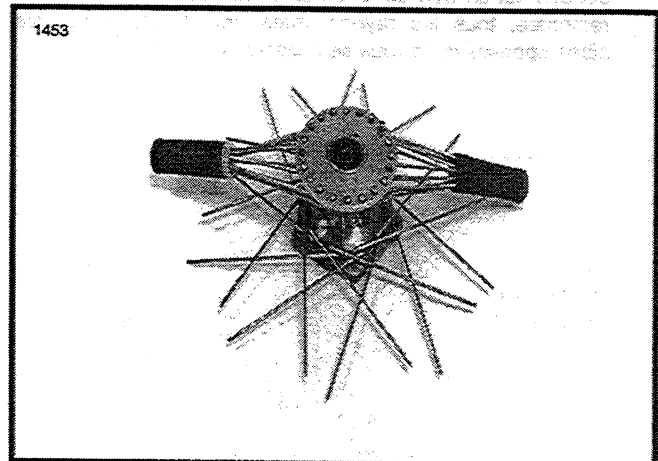

Figure 2-12. Regroupement des rayons supérieurs
- Voir Figure 2-12. Une fois que les 40 rayons sont dans le moyeu, faites deux groupes des rayons de la collerette supérieure. Utilisez du scotch ou des attaches pour que les rayons restent ensemble.